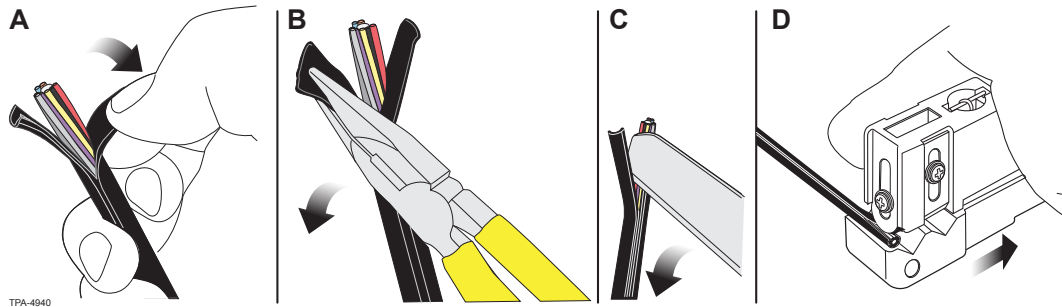

Abbildung 4
Schritt 3: Abgesetzte Stücke des äußeren Kabelmantels am Ende des Kabels mit den Fingern (Abbildung 4A), Nadelzange (4B) oder Kabelmesser (4C) entfernen (Abbildung 4). Anschließend Mantel durch Ziehen an beiden Seiten bis zum Ringschnitt weiter abziehen. Alternativ kann das Ideal-Werkzeug vom Kabel weg gezogen werden, sodass die abgerundete Klinge den Mantel herausziehen kann (Abbildung 4D).
Schritt 5: Nach dem letzten 3-cm-Schnitt (ca. 1-Zoll-Schnitt) Kabelmantel vom Kabel entweder mit den Fingern, der Nadelzange, dem Kabelmesser oder der abgerundeten Klinge des Ideal-Werkzeugs abziehen. (Siehe Abbildung 4.)